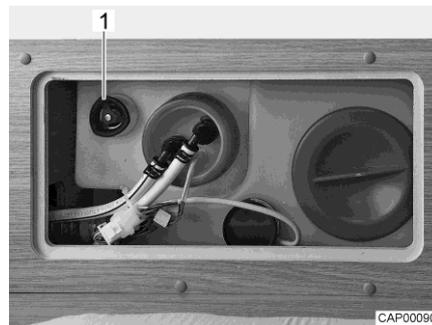

Fig. 104 Serbatoio dell'acqua con maniglia girevole
- Sul serbatoio dell'acqua ruotare la maniglia girevole (Fig. 104,1) in senso antiorario, oltre la resistenza verso l'esterno fino all'arresto, per aprire completamente l'apertura di scarico.